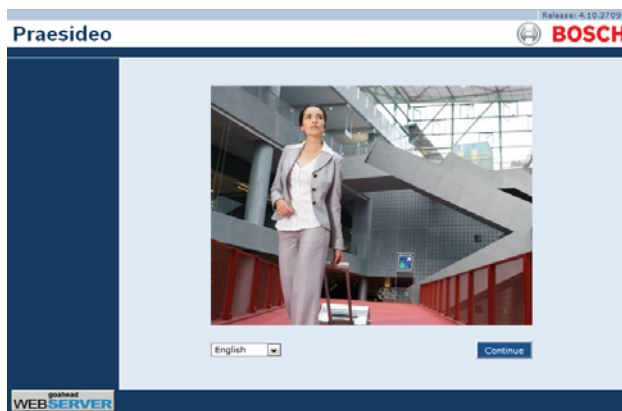

рисунок 41.1: Домашняя страница веб-интерфейса Praesideo
- 2 В адресной строке введите IP-адрес контроллера сети. Отобразится экран, подобный экрану, изображенному на рисунок 41.1.
После нажатия кнопки *OK*, откроется экран, подобный экрану, изображенному на рисунок 41.1. Вход в автономную версию веб-интерфейса выполняется так же, как и вход в «реальный» веб-интерфейс.